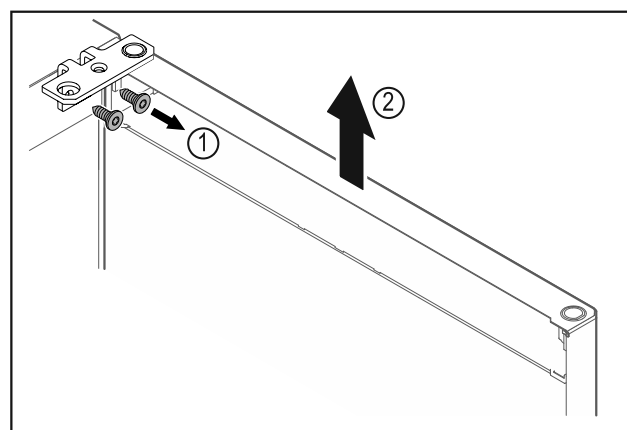

Fig. 9
- Odšroubujte úhelník závěsu Fig. 9 (1).
- Zvedněte dvířka včetně úhelníku závěsu Fig. 9 (2) přibližně 200 mm rovně směrem nahoru a vyjměte je.